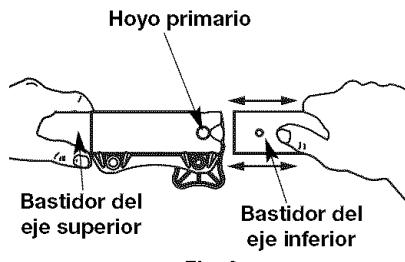
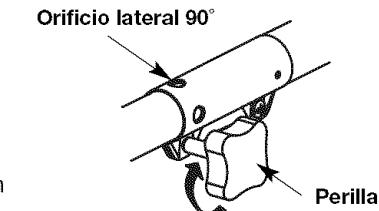

Fig. 6
Fig. 7
1. Gire la perilla en sentido antihorario para aflojarla (Fig. 7).
3. A la vez que sujetas la caja del eje superior, tire del accesorio de corte o cualquier otro accesorio recto hacia afuera del acoplador Convertible™ (Fig. 6).
PRECAUCIÓN: Antes de operar esta unidad, cerciórese de que el botón de liberación esté completamente encajado en el orificio principal (Fig. 6) y de que la perilla de ajuste (Fig. 7) esté firmemente apretada.
NOTA: La alineación del botón de desconexión con el hueco de guía facilitará la instalación (Fig. 6).
3. Gire la perilla en sentido horario para ajustarla (Fig. 7).
Para realizar recortes decorativos con el accesorio de corte de cabezal de línea u otro accesorio, trabe el botón de desconexión del accesorio de corte u otro accesorio en el interior del agujero de 90° (Fig. 7).